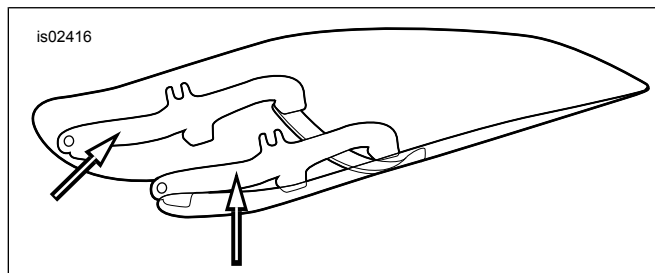
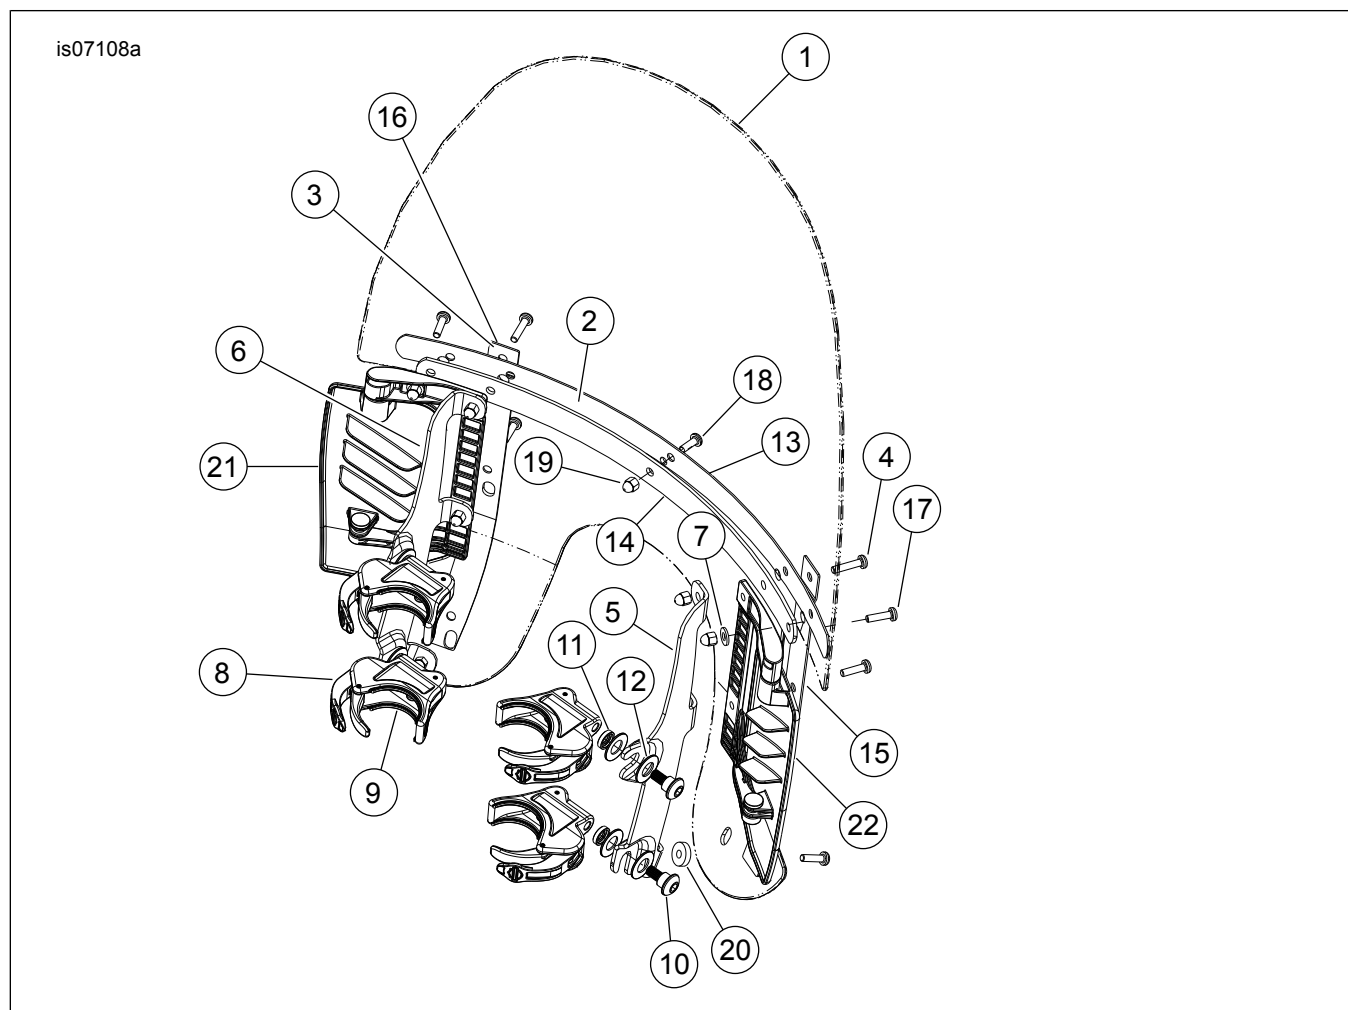

Abbildung 1. Windschutzscheiben-Befestigungshalterungen
Abbildung 3. Ersatzteile: Belüftete, abnehmbare Windschutzscheibe
1. Siehe Abbildung 1. Die Windschutzscheiben-Teilbaugruppe aus der Verpackung auspacken und mit der Vorderseite nach unten und den Halterungen nach oben auf eine saubere, weiche Fläche legen.
2. Siehe Abbildung 1, Abbildung 2 und Abbildung 3. Die Schellen- und Befestigungsteilesätze aus der Verpackung nehmen und ähnliche Teile zur Vorbereitung des Zusammenbaus in Gruppen zusammenfassen.